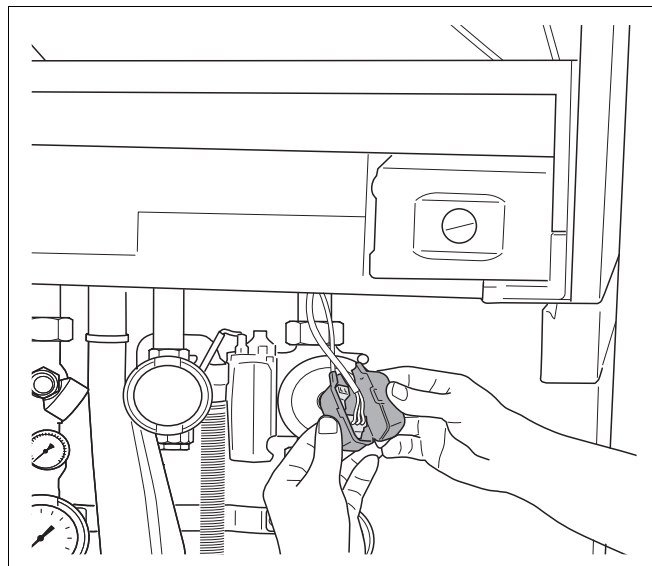

Fig. 43 Verwijderen beschermkapje
- Verwijder het beschermkapje van de beide zwevende stekkers van de aansluitkabels van de module (→ fig. 43).
- Sluit de zwevende 230 VAC-voedingskabel (→ fig. 43) aan op de module [1]. Indien meerdere modules worden toegepast, dan kan de 230 VAC-voeding van de volgende module van de vorige module worden afgetakt met behulp van het bij de module meegeleverde stekkertje en een driepolige elektriciteitskabel van minimaal 0,75 mm² met randardekabel.